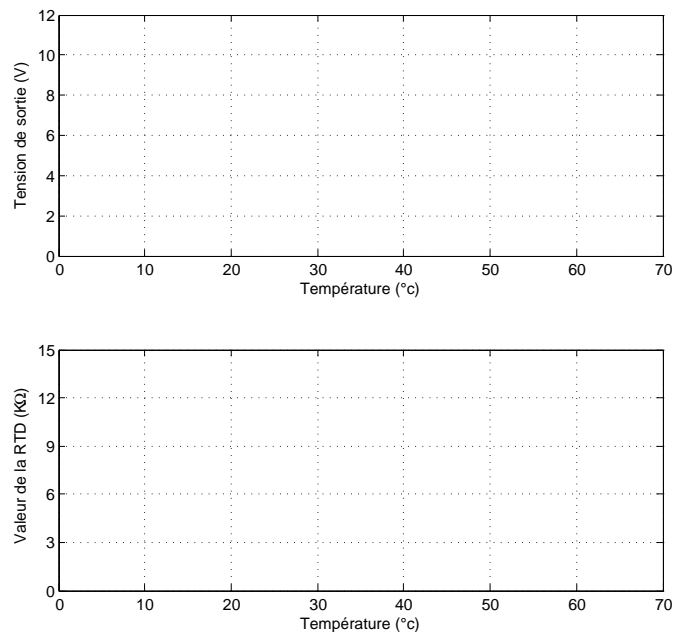

FIGURE 3: Evolution de la résistance d'une NTC et de sa tension en fonction de la température.
- Recopier la figure 3, ensuite dessiner le graphe de la tension et celui de la résistance en fonction de la température.